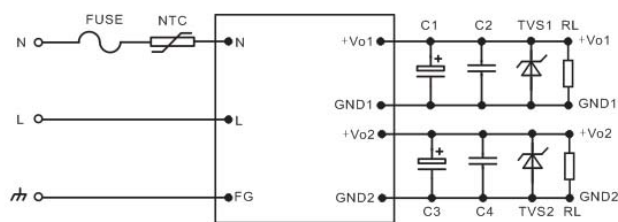
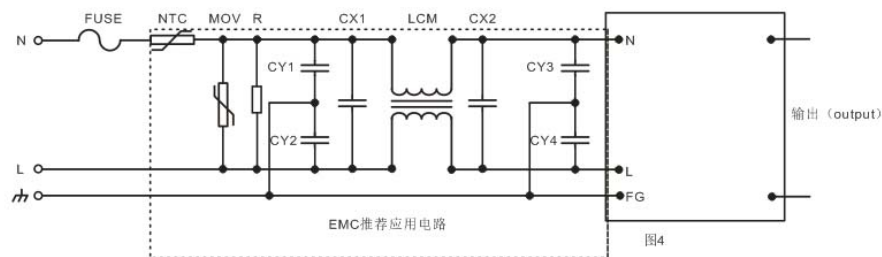

图3
图4
- 6、客户的一般EMC 要求用图3 推荐电路，如果有更高的EMC需求，推荐客户用图4电路。图 4具体推荐值如下：